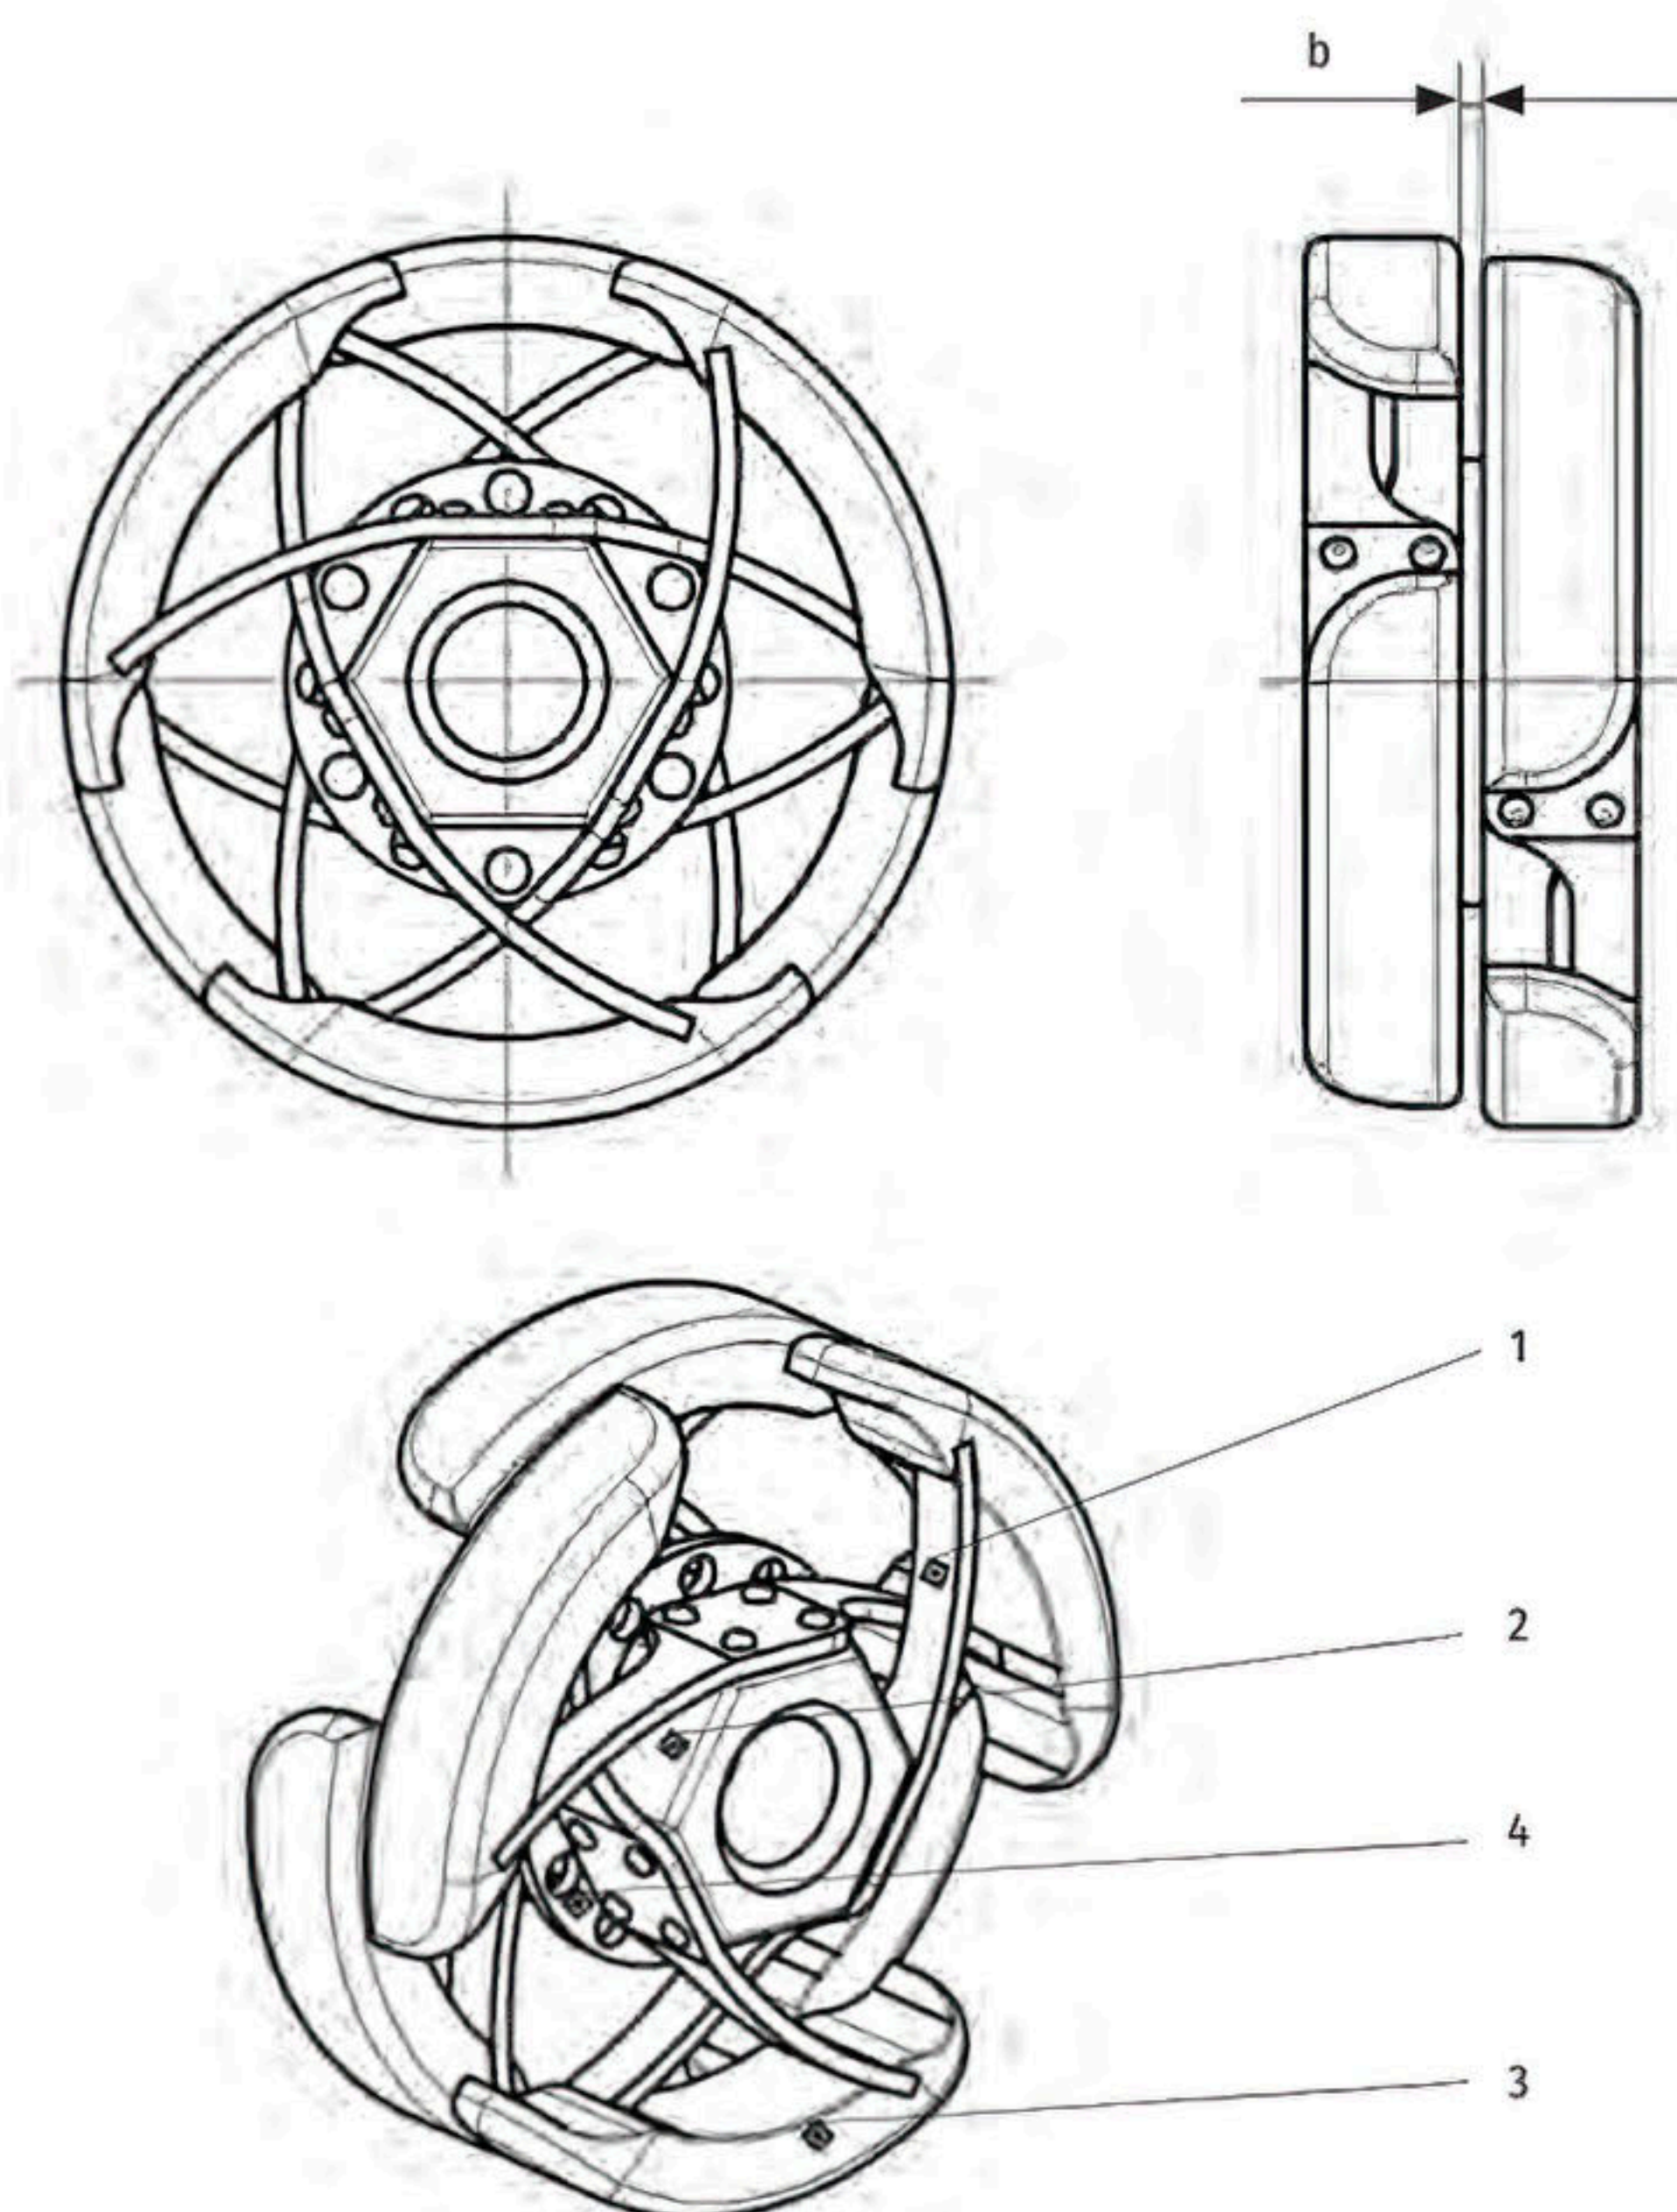

Рис. 2. Три проекции рессорного колесно-шагающего движителя:
Секторы параллельно расположенных ободов имеют угловое смещение друг относительно друга, с единым центром, пересекающим ось вращения ступицы. Опорные шагающие элементы располагаются с нахлестом из расчета обеспечения единой конструкции замкнутого контура колесного обода. При этом относительная свобода шагающих опорных элементов движителя позволяет ему эффективно адаптироваться к дорожным неровностям и снизить энергозатраты при передвижении. Описываемый движитель (рис. 2) состоит из упругодеформируемых рессорных элементов (1), концы крестообразно закреплены в ступице (2) и опорных шагающих элементах (3). Назначение промежуточного элемента (4) заключается в необходимости выдерживать зазор δ между рессорными элементами конструкции.